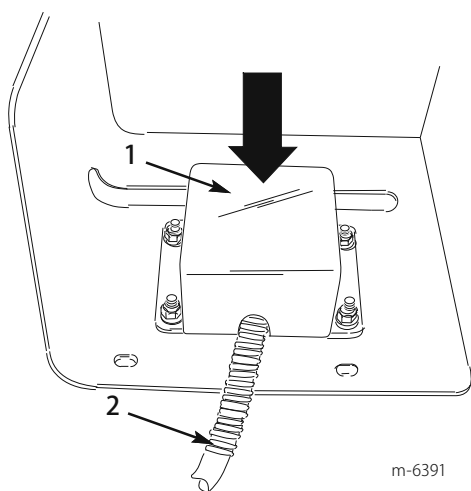

図27
15. スイッチとワイヤを覆うようにスイッチ・ワイヤ・カバーを取り付け (図27)、フランジ・ボルト (1/4 x 3/4 インチ) 4本とフランジ・ナット (1/4 インチ) 4個で固定する。